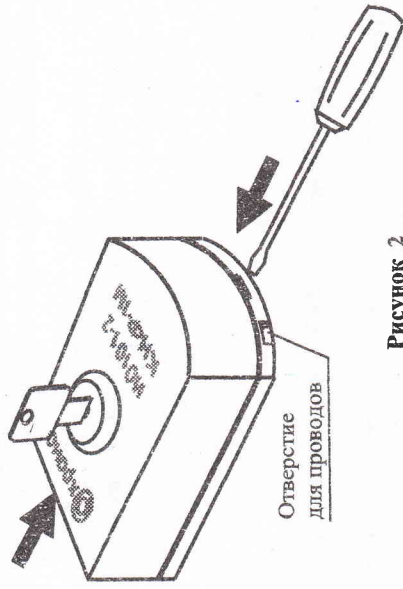

Рисунок 2
- вставить ключ в замок и повернуть его против часовой стрелки до упора. Ключ должен находиться в положении, приведенном на Рис. 2;
- вставить лезвие отвертки в паз на овальной стенке основания (Рис. 2);
- удерживая основание, нажать на крышку до щелчка (Рис. 2);
6.2.2 Сформировать с помощью бокорезов отверстие для проводов (Рис. 2).